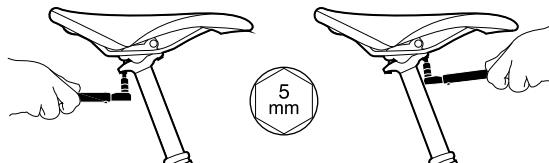

Figura 9. Fase di avvitamento/svitamento della vite di serraggio
1. Allentare le due viti che trattengono la sella e il reggisella con una chiave a brugola da 5 mm (vedere la Figura 9) finché non è possibile muovere facilmente la sella.